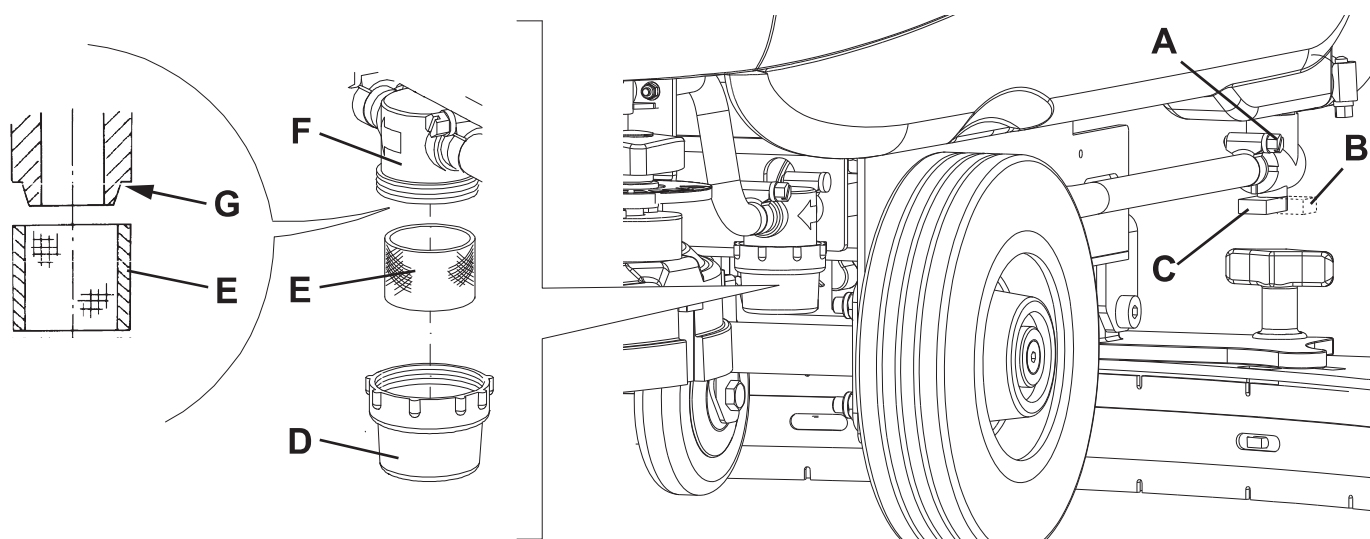

Abbildung 7
2. Zündschlüssel (80) in Stellung 0 drehen.
3. Den Hahn der Reinigungslösung (A, Abb. 7) schließen, der sich unter der Maschine, hinter dem rechten Hinterrad befindet. Der Hahn (A) ist geschlossen, wenn er sich bezüglich auf der Leitung in der Stellung (B) befindet, und er ist geöffnet, wenn er in der Stellung (C) ist.
4. Durchsichtigen Deckel (D) abnehmen und Siebfilter (E) entfernen. Reinigen und in der Halterung (F) anbringen.